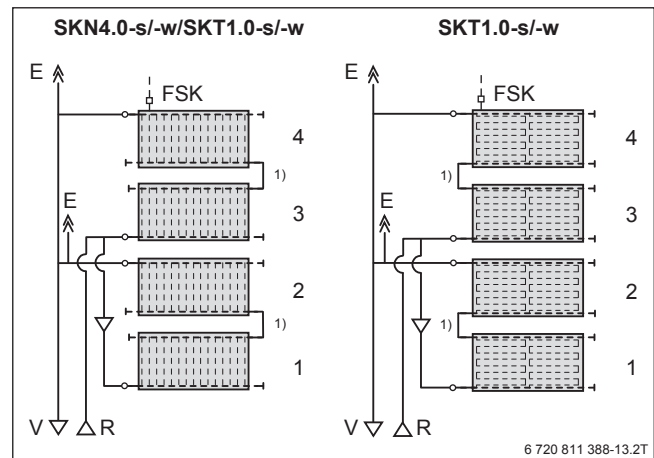

Bild 151 Verschaltung von mehr als 3 waagerechten Kollektoren übereinander
- Hierzu die 2 unteren Kollektoren (1 + 2) und die 2 oberen Kollektoren (3 + 4) in Reihe verbinden (→ Bild 151).